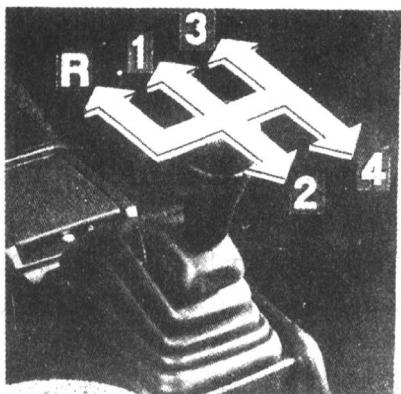
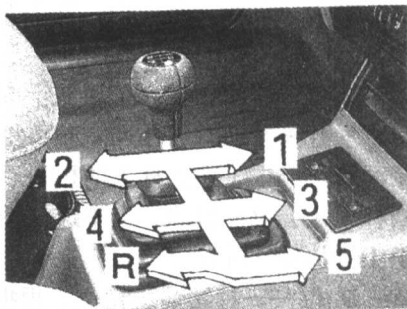

图 1-5 四档手动变速器排档位置
图 1-6 五档手动变速器排档位置
(2) 使用注意事项。对于手动变速器来说, 在使用时主要是对变速杆进行控制, 桑塔纳轿车分为四档和五档两种变速器形式, 对应的排挡位置如图 1-5 和图 1-6 所示, 在图中 R 表示倒档。提到倒车档, 在这里要多说一句, 在挂入倒档时, 只有在车辆静止时才能挂入。首先将变速杆向下按, 然后再对应排挡位置挂入, 因为倒档不设同步器装置, 所以在发动机运转的情况下, 为了避免出现齿轮啮合不良, 产生“嘎嘎”声, 所以要求驾驶员必须把离合器踏板踩到底(离合器外